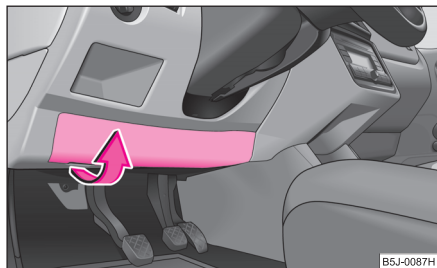

Fig. 169 Tabloul de bord, partea de jos: Capacul suportului de siguranțe
- Rabatați capacul cu atenție în sensul indicat de săgeată și scoateți-l ⇒ fig. 169.